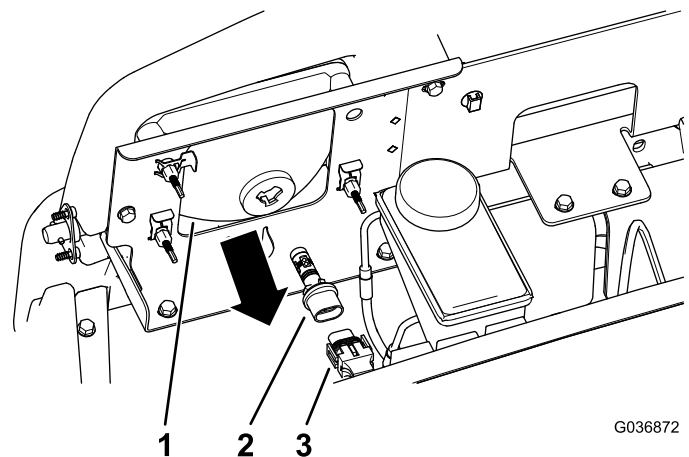

Figure 54
3. Débranchez le connecteur électrique de faisceau du connecteur de l'ampoule au dos du boîtier du phare (Figure 54).
4. Tournez l'ampoule d'un quart de tour dans le sens antihoraire et tirez-la en arrière hors du boîtier (Figure 54).
5. Insérez l'ampoule neuve dans le boîtier du phare et alignez les languettes sur les fentes du boîtier (Figure 54).
6. Fixez l'ampoule en place en la tournant d'un quart de tour dans le sens horaire (Figure 54).
7. Branchez le connecteur électrique de faisceau sur le connecteur de l'ampoule neuve (Figure 54).